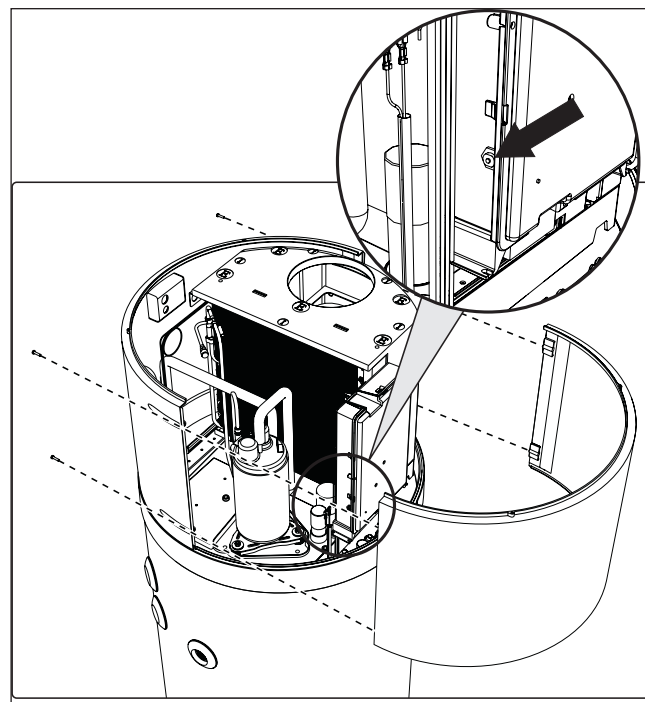

fig. 76- Retrait du panneau avant
- Retirez le panneau avant et réinitialisez manuellement le thermostat de sécurité déclenché (fig. 76). En cas d'intervention, la broche centrale du thermostat dépasse d'environ 2 mm.